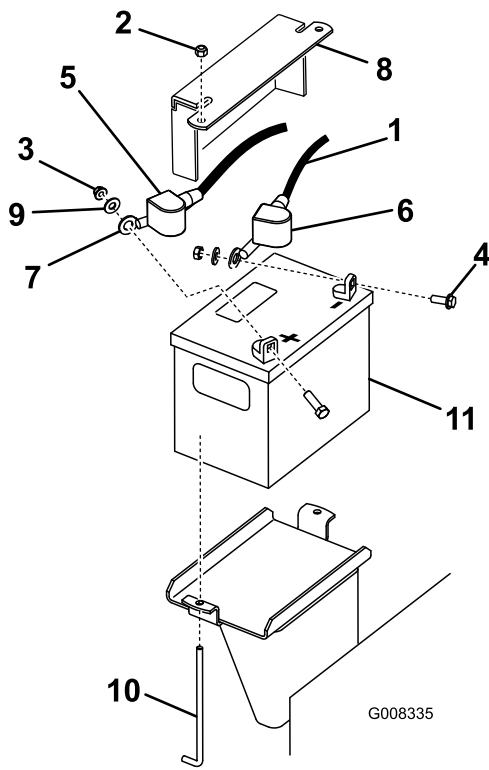

図 53
3. マイナスケーブルのゴムカバー黒を外す。バッテリーのマイナス - 端子から、マイナスケーブルを外す 図 53。
4. プラス端子赤色から赤いゴムカバーを外す。赤いプラス+ケーブルを取り外す 図 53。
5. バッテリーを固定している押さえ板、Jボルト、ロックナットを外す 図 53。バッテリーの取り外し。
1. 先ほど取り外したねじ類を再使用して、プラスケーブル赤いケーブルをバッテリーのプラス端子に取り付ける 図 53。
3. 先ほど取り外したねじ類を再使用して、マイナスケーブル黒いケーブルをバッテリーのマイナス-端子に取り付ける 図 53。
4. 押さえ棒と蝶ナットでバッテリーを固定する 図 53。